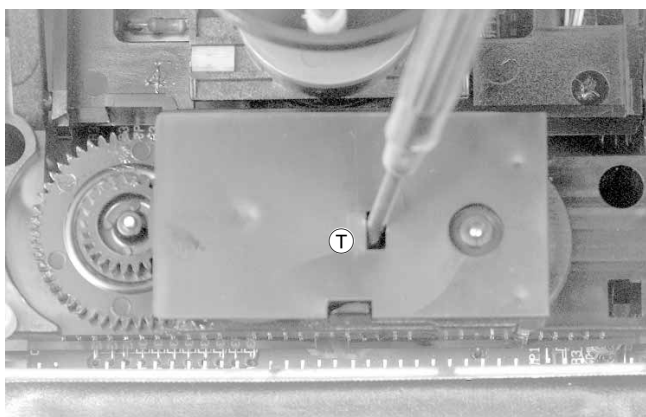
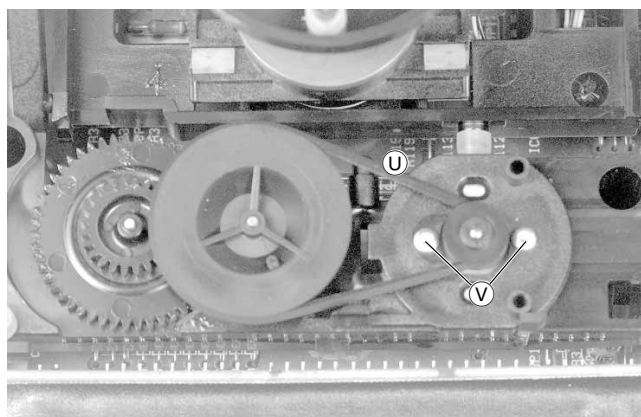

Fig. 11
Fig. 12
7. Ausbau des Antriebsriemens (Fig. 11 und 12)
- Mit einem kleinen Schraubendreher die Abdeckung (T) abheben.
- Der Riemen (U) kann jetzt abgenommen werden.
7. Removing the Drive Belt (Fig. 11 and 12)
- Unhinge the cover (T) with a small screw driver.
- The belt (U) can now be removed.
8. Ausbau des Motors (Fig. 12)
- Die beiden Schrauben (V) herausschrauben.
8. Removing the Motor (Fig. 12)
- Unscrew the 2 screws (V).